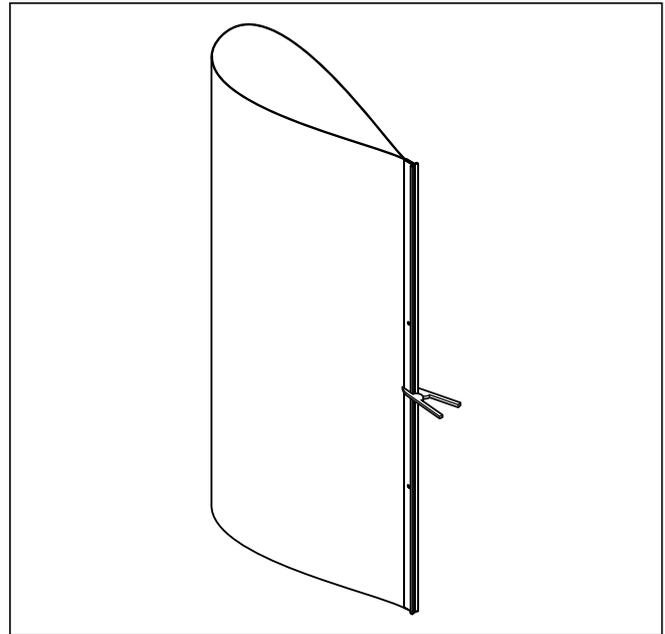

Abb. 4.9 Verkleidungsmantel mit Zwinge fixieren
- Drehen Sie auf der Rückseite des Speichers zunächst nur an einer Seite die zwei Kunststoff-Rastschrauben (1) der Metall-Leiste (z. B. mit einer Münze) heraus.
- Greifen Sie den Verkleidungsmantel an der Metall-Leiste und gehen hiermit um den Speicher herum, sodass Sie den Mantel „auf links“ tropfenförmig in der Hand haben (→ **Abb. 4.9**).